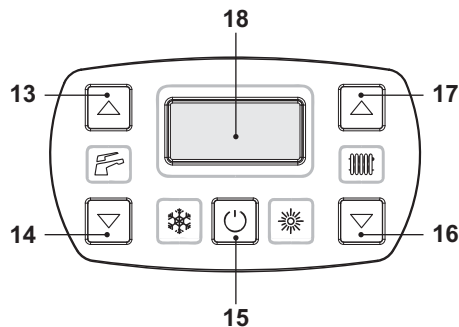
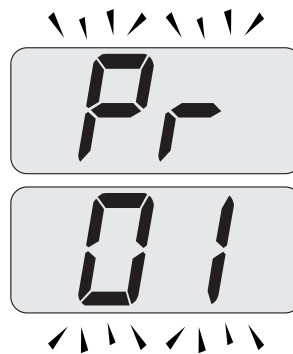
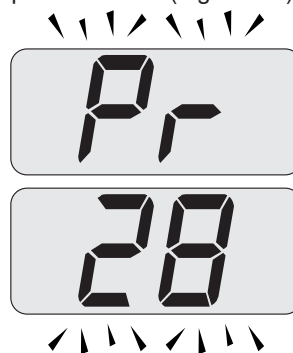

Figura 9.1
Figura 9.2
Figura 9.3
- Entre en la "modalidad de programación" pulsando simultáneamente durante 10 segundos los botones 15 - 16 - 17 (Figura 9.1) hasta que aparezcan en la pantalla LCD las letras **Pr** alternadas con el código **01**, que indican la entrada en el "parámetro 01" (Figura 9.2).
- Desplace los parámetros mediante los botones 16 o 17 hasta que aparezcan en la pantalla LCD las letras **Pr** alternadas con el código **28**, que indican la entrada en el "parámetro 28" (Figura 9.3).
- Pulse simultáneamente los botones 15 y 17 (Figura 9.1) hasta que aparezca en la pantalla LCD el valor del parámetro 28 (ej. 12 valor predeterminado) (Figura 9.4).
- Pulsando el botón 15 (Figura 9.1) se confirma el valor introducido.
- Pulsando simultáneamente los botones 15 y 16 (Figura 9.1) se sale sin modificar el valor (se vuelve a la lista de parámetros (Figura 9.3).
- Pulsando simultáneamente durante 10 segundos los botones 15 - 16 - 17 (Figura 9.1) se sale de la "modalidad de programación".